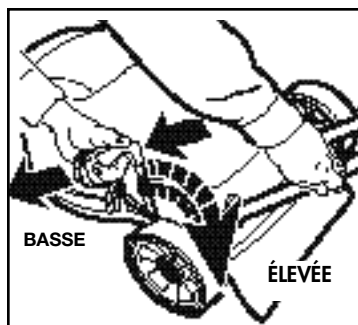

FIGURE 9
## RÉGLAGE DE LA HAUTEUR DES ROUES (fig. 9)
3. Placez votre main gauche sur le levier de réglage de la hauteur et votre main droite sur la section inférieure du guidon (fig. 9).